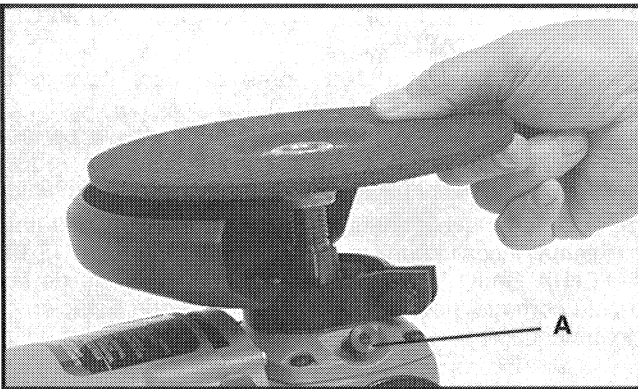

Fig. 6
- Apriete la clavija (A) Fig. 6, del cerrojo de eje para asegurar la rueda, y manteniendo la máquina con una mano, gire la rueda en el sentido de las manecillas del reloj con la otra. Apriétela firmemente con la mano.
Use la rueda de amolar con centro de depresión y el protector (vea la Fig. 6). Coloque el protector de manera que desvíe al sentido opuesto del operario las astillas o los pedazos de rueda que puedan quebrarse involuntariamente. Monte la agarradera auxiliar en cualquier lado de la caja de engranajes. Agarre bien el mango trasero y la agarradera auxiliar. Antes de poner en marcha o parar el motor, alce el mango trasero hasta que sólo la parte delantera de la rueda esté tocando el trabajo. Cuando la esmeriladora no esté en uso colóquela en el apoyo y la agarradera trasera. Para instalar la rueda de amolar con centro de depresión, vea **PARA INSTALAR LA RUEDA DE AMOLAR CON CENTRO DE DEPRESIÓN.**